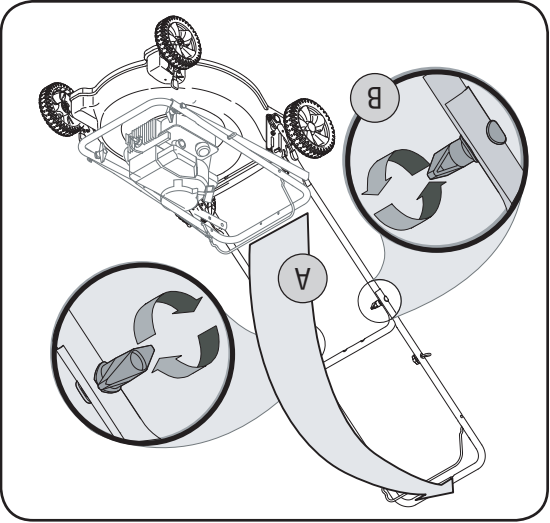

Figure 1
- a. Redressez le guidon supérieur vers vous pour le faire passer à la position de travail. Voir la Figure 1.